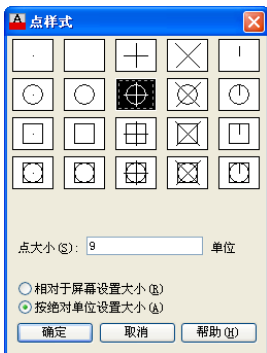

图3-13 设置点样式
- 02 执行“格式”|“点样式”命令，系统自动弹出“点样式”对话框，选择其中一个“点样式”选项，如图3-13所示。